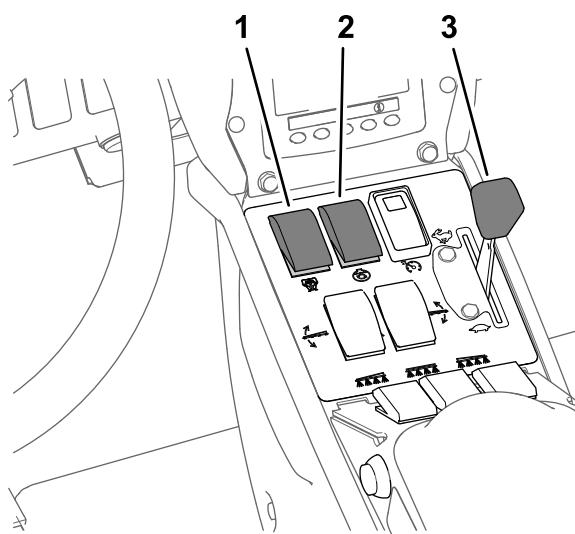

Figure 42
- Réglez la commande d'agitation et la commande de la pompe de pulvérisation en position ACTIVÉE (Figure 42).
- Placez la commande d'accélérateur en position HAUT RÉGIME (Figure 42).
Remarque: Cette procédure suppose que la pompe de pulvérisation est en marche; voir Figure 42 sous Pulvérisation en mode débit d'application (page 38).
- Réglez la commande d'accélérateur au régime moteur voulu pour pulvériser; voir Figure 42